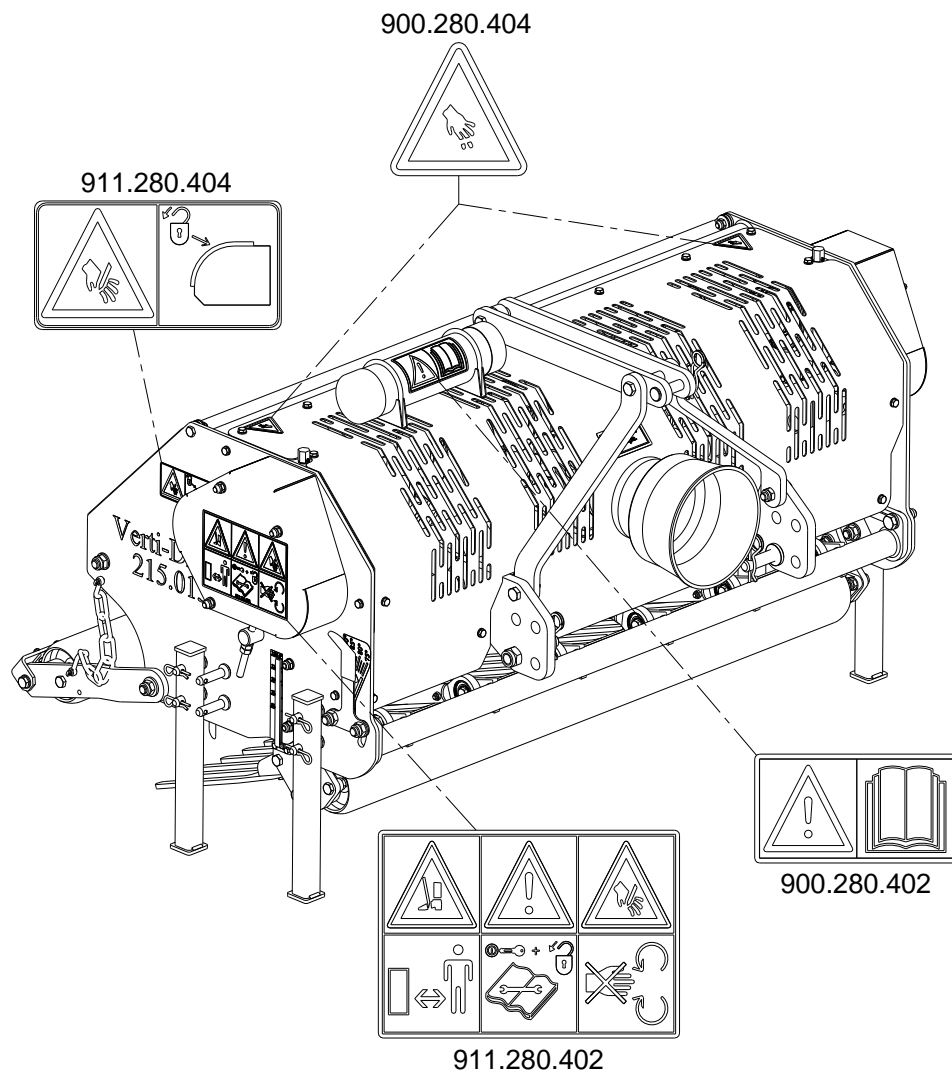

Abb. 7
(7) Position der Sicherheitsaufkleber (Abb. 7)